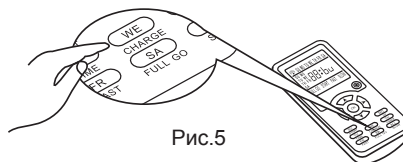

Рис.5
4. Когда вы хотите зарядить робот-пылесос, нажмите кнопку «Charge» на пульте дистанционного управления. Устройство само найдет главную станцию и встанет на зарядку. (См.рис.5)